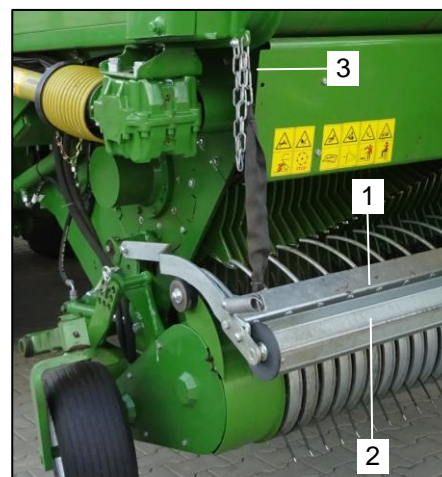

Bild 25: Leitkamm & Schwadrolle
Oberhalb der Pick-Up ist die Maschine mit einem Leitkamm (Bild 25 / Pos.1) und einer Schwadrolle (Bild 25 / Pos.2) ausgestattet. Diese gewährleisten bei kurzem Erntegut eine einwandfreie Aufnahme des Materials. Das Futter wird vom Leitkamm gegen die Aufnahmezinken gedrückt, wodurch verhindert wird, dass es nach vorne wegfällt.
Je nach Schwadstärke kann der Leitkamm (Bild 25 / Pos.1) und die Schwadrolle (Bild 25 / Pos.2) durch Einhängen der Ketten (Bild 25 / Pos.3) in den gewünschten Abstand zur Pick-Up gebracht werden.
In den meisten Fällen aber wird der Leitkamm (Bild 25 / Pos.1) durch die Schwadrolle (Bild 25 / Pos.2) geführt. Diese legt sich auf das Schwad und folgt dessen Kontur. Für eine einwandfreie Funktion muss sich die Schwadrolle leicht drehen lassen.
- Stellen Sie den gewünschten Abstand durch Einhängen der Ketten auf beiden Seiten der Maschine (Bild 25 / Pos.3) ein.